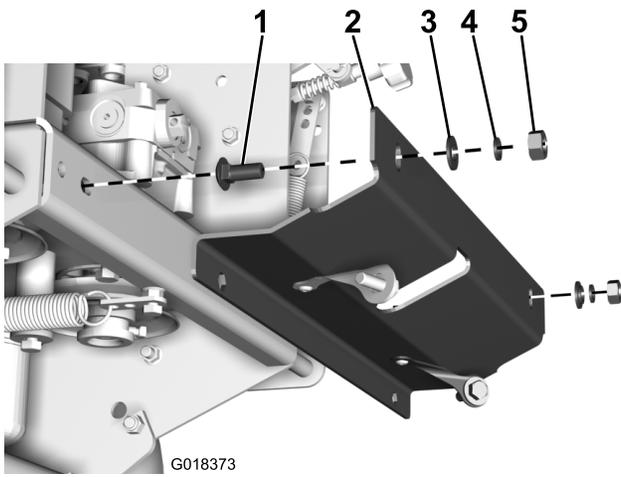

Figura 7
15. Instale el protector de la polea motriz en la parte trasera del bastidor del motor con 2 pernos de cuello cuadrado (M10 x 25 mm), arandelas pesadas (M10), arandelas de muelle y tuercas (M10) (Figura 7). Asegúrese de centrar el protector en el bastidor del motor.